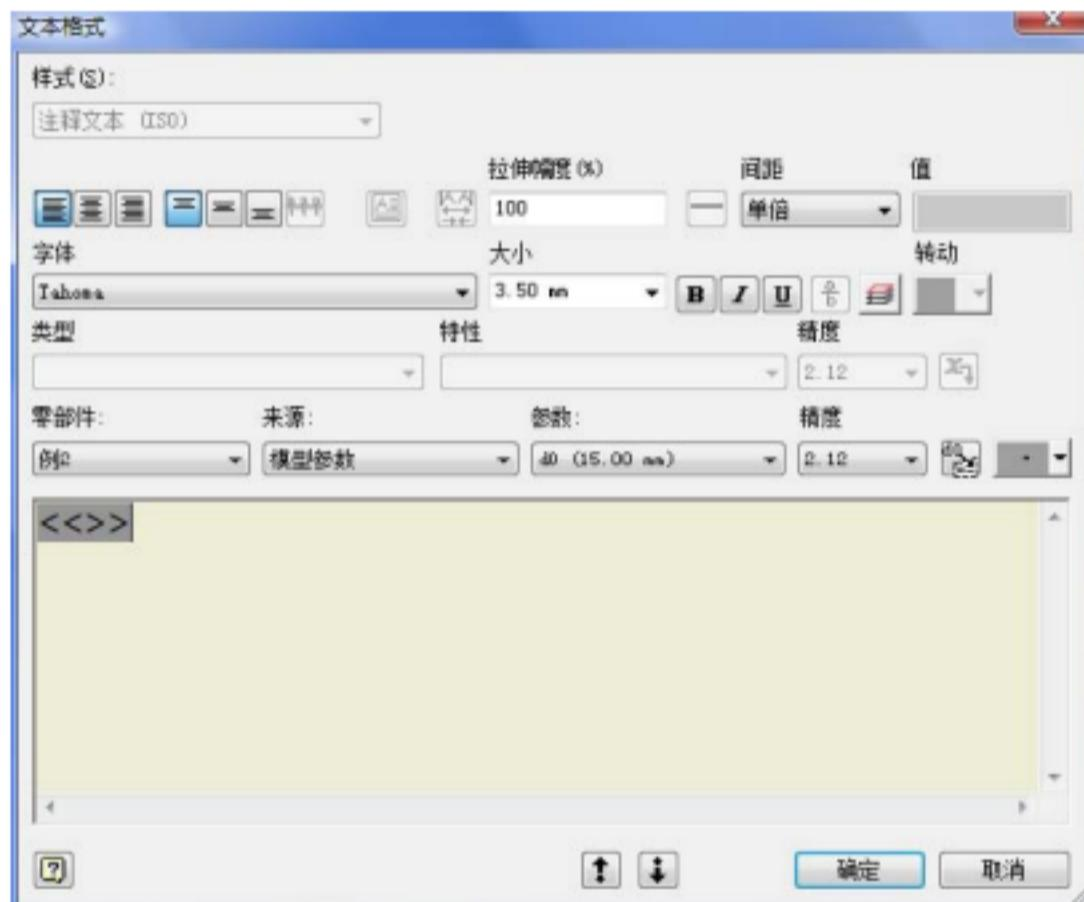

图5-37 “文本格式”对话框
① 修改尺寸文本：选择尺寸，单击鼠标右键，在右键快捷菜单中选择“文本”，如图5-37所示。对文本进行编辑。